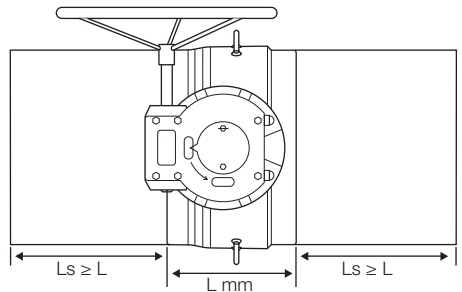

Abbildung 21. Das empfohlene Verfahren.
- Das empfohlene Verfahren zum Verschweißen des Ventils mit der Rohrleitung ist das Verschweißen mit Anschlussrohren (siehe Abbildung 21.). Das Heftschiessen und die Reihenfolge des Verschweißens der Ränder entsprechen dem in den Abbildungen 18 und 19 angezeigten Vorgehen. Reihenfolge der Verschweißung: 1-2-3-4.